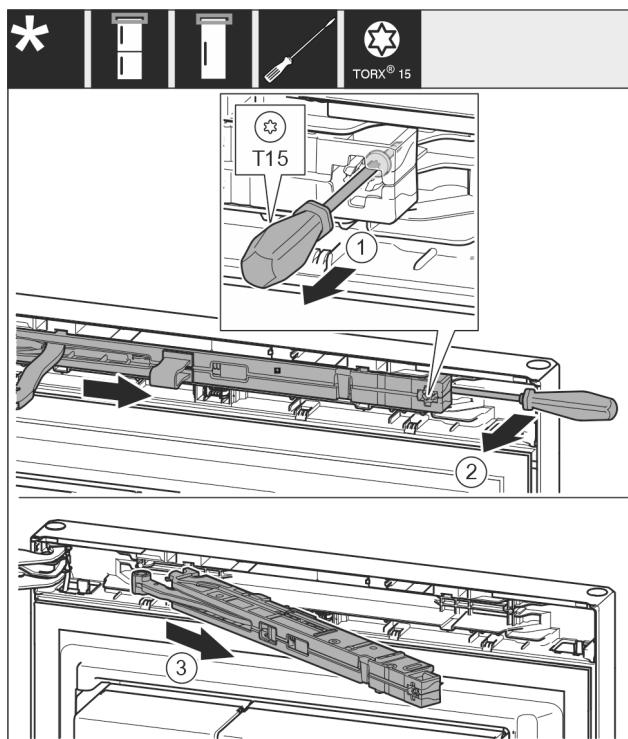

Fig. 8
- С отвертка T15 отвийте винта на блока на затварящия демпфер с ок. 14 mm. Fig. 8 (1)
- От страната на дръжката вкарайте отвертка зад блока на затварящия демпфер и завъртете го напред. Fig. 8 (2)
- Издърпайте блока на затварящия демпфер. Fig. 8 (3)